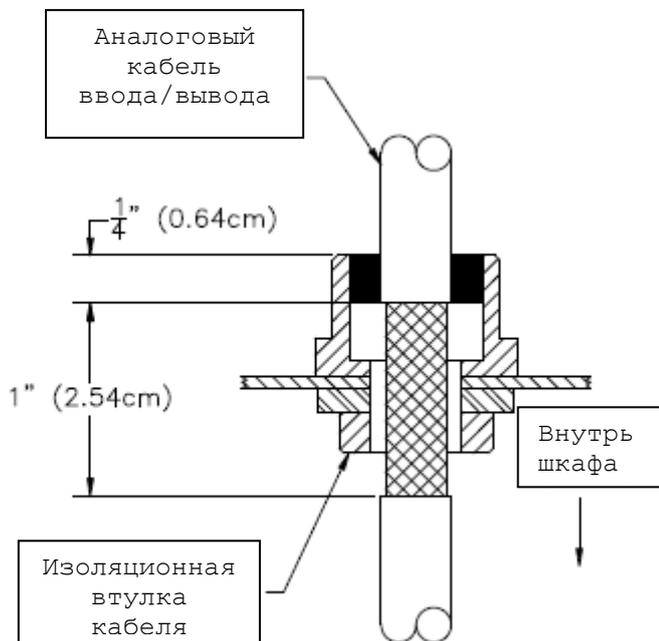

Рис. 7. оголение кабеля ввода/вывода
2. Проведите кабель ввода/вывода нужной длины через корпус разъема и пометьте цифрой "1" участок кабеля, проходящий через корпус разъема, который будет оголен до оплетки (см. Рисунок 7).